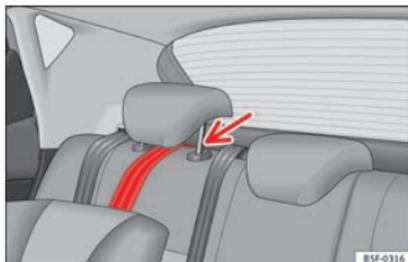

Fig. 80 Cinghia di fissaggio: regolazione corretta e montaggio.
- Passare la cinghia di fissaggio del Top Tether sotto il poggiatesta del sedile posteriore » **fig. 80** (sollevare il poggiatesta se necessario).